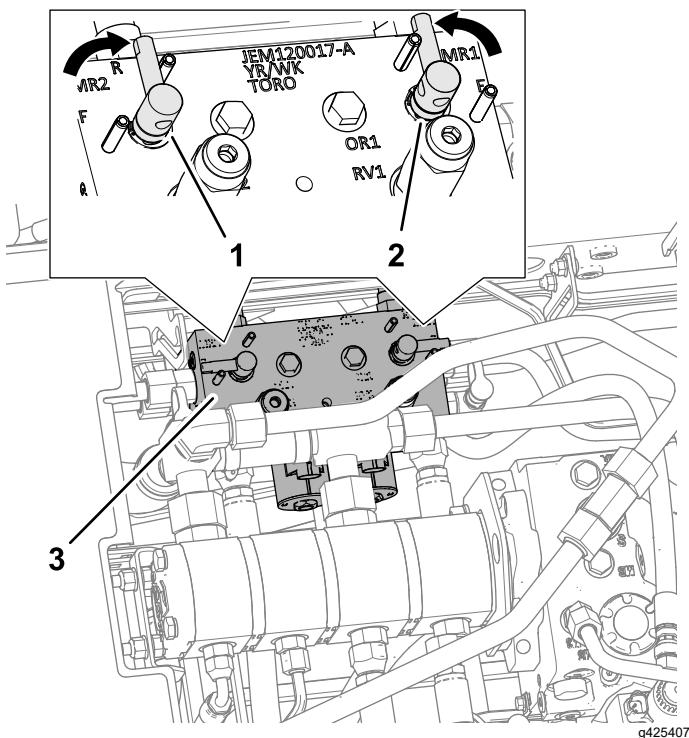

Figure 109
4. Déverrouillez et soulevez le siège pour exposer le collecteur des unités de coupe (Figure 109).
5. Tournez les leviers de rodage à la position R (rodage) (Figure 109).